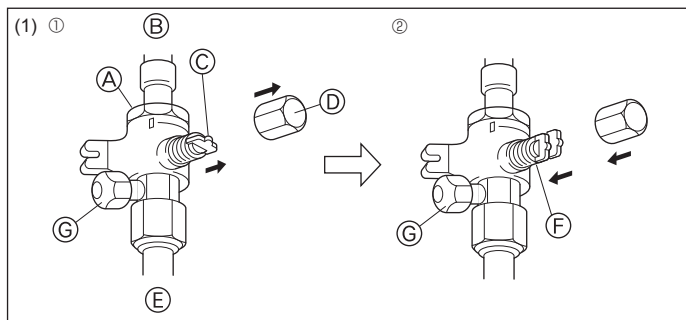
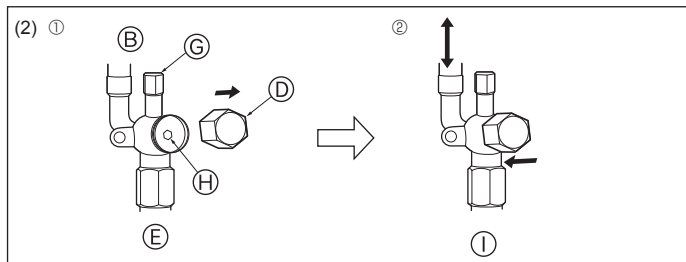

Fig. 4-12
Fig. 4-13
(1) Gaszijde (Fig. 4-12)
- ① Verwijder de dop, trek het handvat naar u toe en draai dit een kwartslag tegen de klok in om de kraan te openen.
- ② Let erop dat de afsluitkraan geheel open is, druk de hendel in en draai de kap terug naar de oorspronkelijke stand.
(2) Vloeistofzijde (Fig. 4-13)
- ① Verwijder de kap en draai de kraanstang zo ver mogelijk tegen de klok in met behulp van een 4mm-inbussleutel. Stop met draaien wanneer de nok wordt bereikt. (ø6,35: Circa 4,5 giri) (ø9,52: Circa 10 giri)